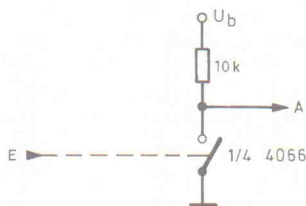

Bild 28. Analogschalter als Inverter.
**Inverter:** A wird L, wenn  $E=H$ , und umgekehrt (Bild 28);